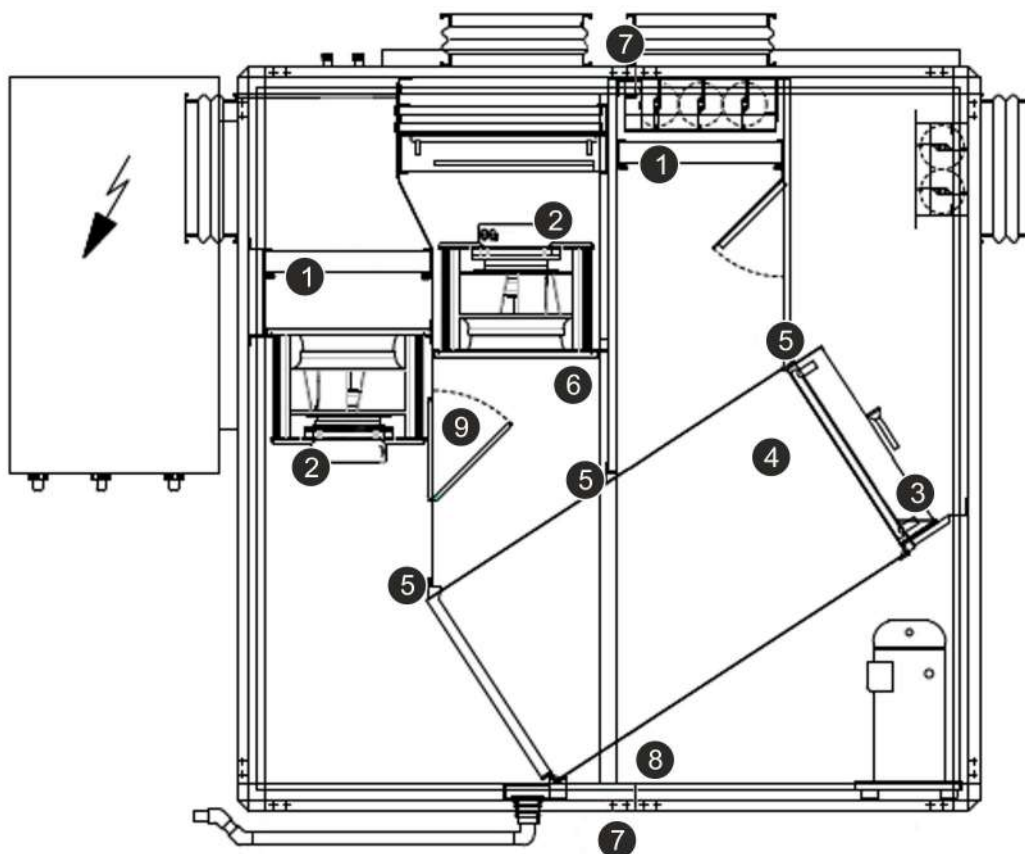

Fig. 15: División de la serie 19/29 (lado de manejo)
6. Extraiga de los carriles el filtro de aire extraído y el de aire ambiente (Fig. 15/1) hacia delante.
Desconecte del motor las dos unidades del motor del ventilador (Fig. 15/2).
8. En caso necesario, desmonte el varillaje de la compuerta del aire circulante (Fig. 15/9).
9. Extraiga las unidades del motor del ventilador (Fig. 15/2) del equipo.
10. Saque el evaporador (Serie 29) (Fig. 15/3) de las clavijas de plástico del recuperador (Fig. 15/4).
11. Desenrosque los tornillos de fijación (Fig. 15/5) del recuperador (Fig. 15/4) y extraiga del equipo el recuperador hacia atrás.
12. Quite las conexiones de los bastidores de perfiles del equipo (Fig. 15/7) y separe los bastidores de perfiles (  Capítulo 2.5.1 «Separación/unión de bastidores de perfiles» en la página 31).
Presione los bastidores de perfiles del equipo (Fig. 15/7) y únalos ( ➤ *Capítulo 2.5.1 «Separación/unión de bastidores de perfiles» en la página 31*).
Selle la junta (Fig. 15/8) por la tapa inferior con silicona N Plus.
Coloque el recuperador (Fig. 15/4) en el equipo y atorníllelo con los tornillos de fijación.
Monte el evaporador (Serie 29) en las clavijas de plástico del recuperador (Fig. 15/4).
Monte las unidades del ventilador del motor (Fig. 15/2).
En caso necesario, vuelva a montar el varillaje en la compuerta del aire circulante (Fig. 15/9).
Coloque el filtro de aire extraído y el de aire ambiente (Fig. 15/1).